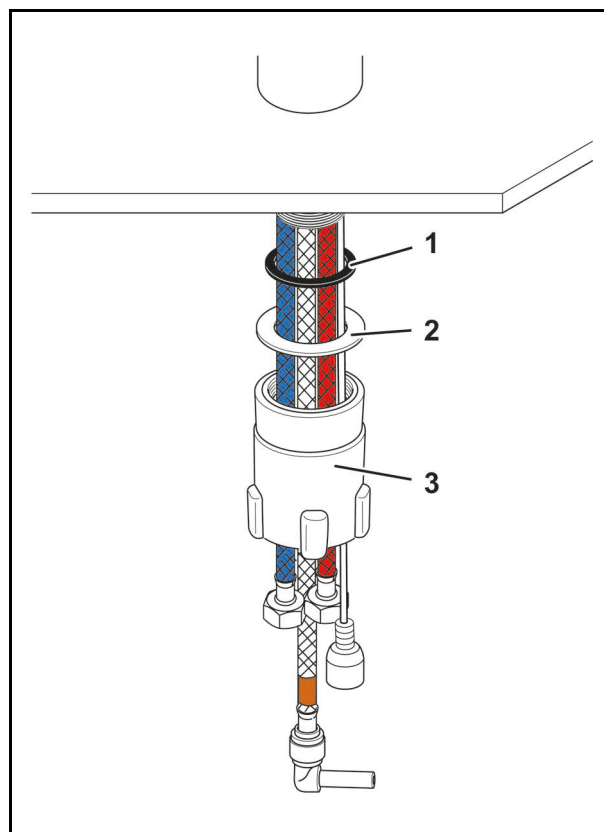

Abb. 11
3. Führen Sie die Dichtung (Abb. 11/1) und die Unterlegscheibe (Abb. 11/2) über die Leitungen.
4. Führen Sie die Montagehülse (Abb. 11/3) über die Leitungen.
5. Befestigen Sie die Montagehülse (Abb. 11/3) mit Dichtung (Abb. 11/2) und Unterlegscheiben (Abb. 11/3) am Gewinde der Armatur.